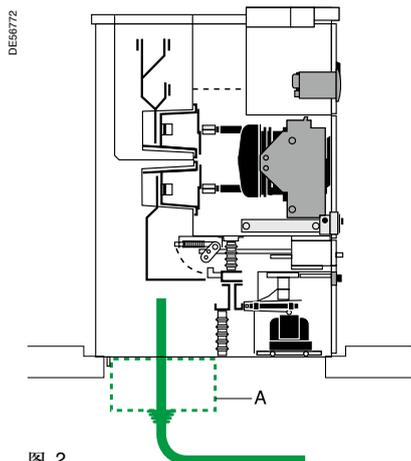

图 2
- 当使用的电缆长度超过430mm时，需要在柜体底部加装一个隔间，如图2中表示的位置（A）。